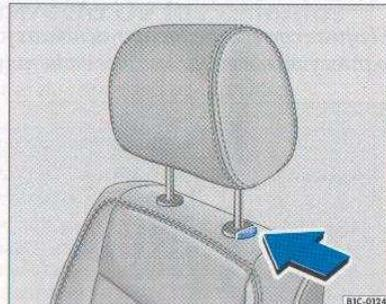

Fig. 35 Desmontar los apoyacabezas
- Pulse la tecla ⇒ fig. 35 -flecha-.